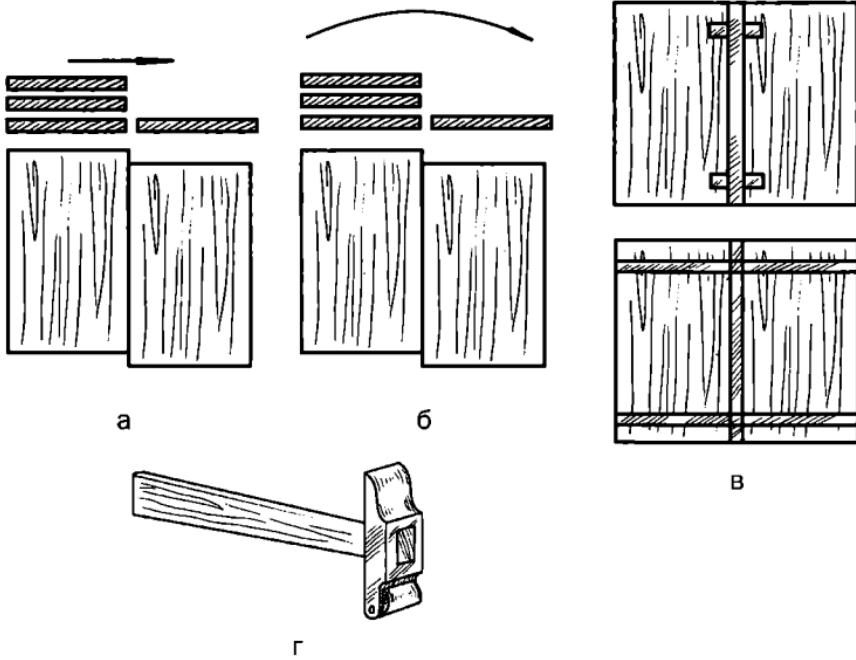

Рис. 73. Этапы выполнения простого набора и используемый инструмент: а — сдвигание; б — развертывание; в — фиксация kleевой лентой; г — молоточек
3. При подборе фиксируйте ленты шпона kleевой лентой, прикатывая его особым молоточком, оснащенным вращающимся рифленым валиком. Порядок всей операции представлен на рис. 73. Она изготавливается из бумаги весом не более 45 г/м², на одну сторону которой нанесен kleевой состав из жидкого глютинового клея и глицерина (3 : 1). После высыхания ее нужно нарезать полосами шириной 15–20 мм, а перед приклеиванием следует смочить обычной водой.